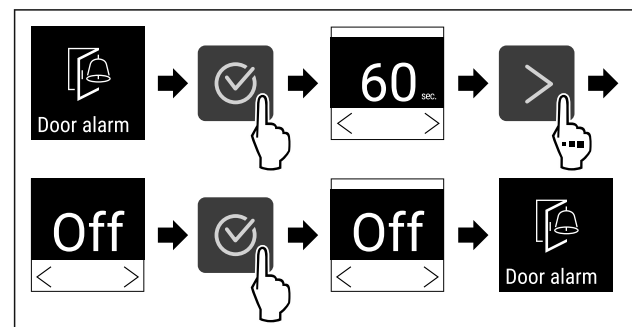

Fig. 142
- ▶ Følg anvisningene (se Fig. 142) .